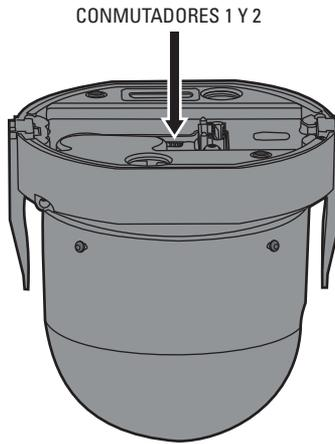

Figura 12. Configuración de conmutadores DIP
- **Ver video mediante conexiones tanto analógicas como IP:** Configure los conmutadores DIP en la parte superior del módulo de cámara del Spectra IV (consulte la Figura 12). Para conocer las configuraciones de los conmutadores DIP, consulte las etiquetas ubicadas en la parte superior del módulo de cámara, o consulte *Configuración de los conmutadores* en la página 30.